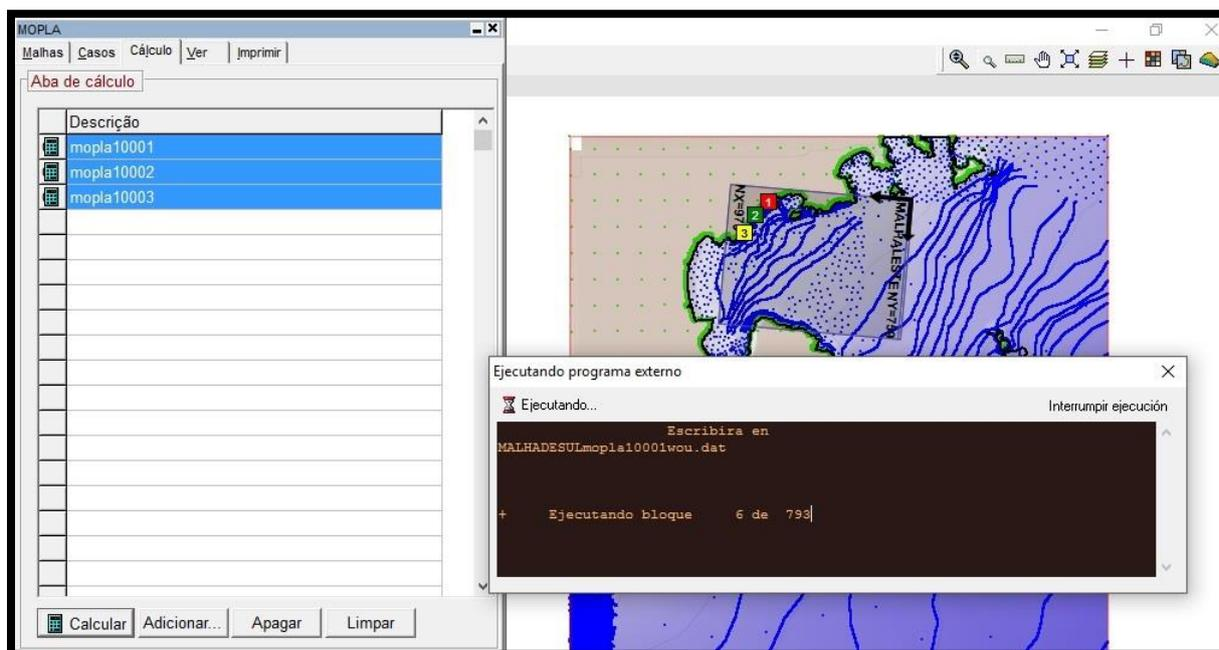

Figura 41 – Execução do caso no SMC (OLUCA).
65) Na subaba “Cálculo” haverá uma lista com os casos a serem propagados. Clicar no botão "Calcular", assim as execuções serão iniciadas imediatamente (Figura 41). Uma vez finalizadas com êxito, na interface do SMC Tools, o ponto amarelo na pasta do MOPLA terá mudado para verde, caso contrário, o ponto ficará vermelho.